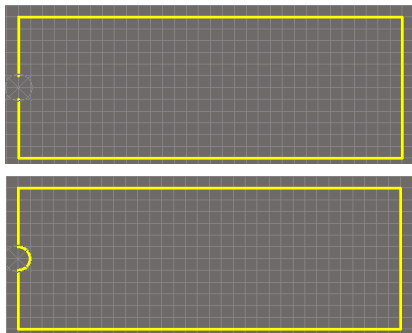
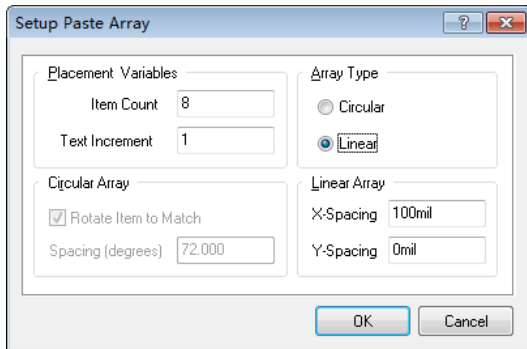

图 18-36 DIP-16-1 封装
图 18-37 对应下面一排焊盘的阵列粘贴对话框
(1) 打开例 18-7 中的 PCB_Footprints.PcbLib 文件，进入 PCB 库编辑环境，打开 PCB Library 面板。
(2) 执行菜单命令 Tools » New Blank Component，在 PCB Library 面板的 Components 区域出现一个新的封装 PCBCOMPONENT_1。双击该封装，弹出 PCB Library Component 对话框，在 Name 栏位输入新的元件封装名称“DIP-16-1”，在 Height（高度）栏位输入“200mil”，在 Description（描述）栏位输入“DIP 16 Pins”。
(3) 按下 Q 键，将度量单位设为 mil。按下 G 键，在弹出的菜单中选择栅格大小为 5mil。
(4) 绘制封装外形。
① 执行菜单命令 Place » Line 或者单击 PCB Lib Placement 工具栏上的  按钮，进入绘制直线状态。按下 Tab 键，在打开的直线属性对话框中将直线宽度设为 6mil。用直线依次连接以下坐标点：(0, -25)、(0, -150)、(800, -150)、(800, 150)、(0, 150)、(0, 25)，如图 18-36 上半部分所示。移动光标到这些坐标点时，既可以采用手工移动的方式，也可以使用 J + L 快捷键直接输入坐标，从而快速将光标移动到指定位置。
② 执行菜单命令 **Place** » **Arc (Center)** 或者单击 **PCB Lib Placement** 工具栏上的  按钮, 进入绘制圆弧状态。按下 **Tab** 键, 在打开的圆弧属性对话框中将宽度设置为 6mil, 半径设置为 25mil, 起始角设为 270°, 终止角设为 90°, 单击 **OK** 按钮关闭属性对话框。移动光标到原点处, 连续单击鼠标左键 4 次放置半圆。绘制好的元件外形如图 18-36 下半部分所示。
(5) 放置焊盘。采用阵列粘贴工具快速放置成排焊盘。
① 执行菜单命令 **Place** » **Pad** 或者单击 **PCB Lib Placement** 工具栏上的  按钮, 光标上会附着一个浮动焊盘。按下 **Tab** 键, 打开焊盘的属性对话框, 将 **Designator** 设置为 1, 将 **X-Size** 和 **Y-Size** 设置为 50mil, **Shape** 设置为 **Round**, 将 **Hole Size** 设置为 30mil, **Hole** 的形状为 **Round**。单击 **OK** 按钮放置一个焊盘, 按鼠标右键退出放置焊盘状态。
② 粘贴阵列焊盘。选中刚刚放置的焊盘, 按下 **Ctrl + X** 键, 移动光标到焊盘上单击鼠标左键, 即可剪切该焊盘。单击 **PCB Lib Placement** 工具栏最右边的  按钮, 打开 **Paste Array** 对话框, 如图 18-37 所示进行如下设置。